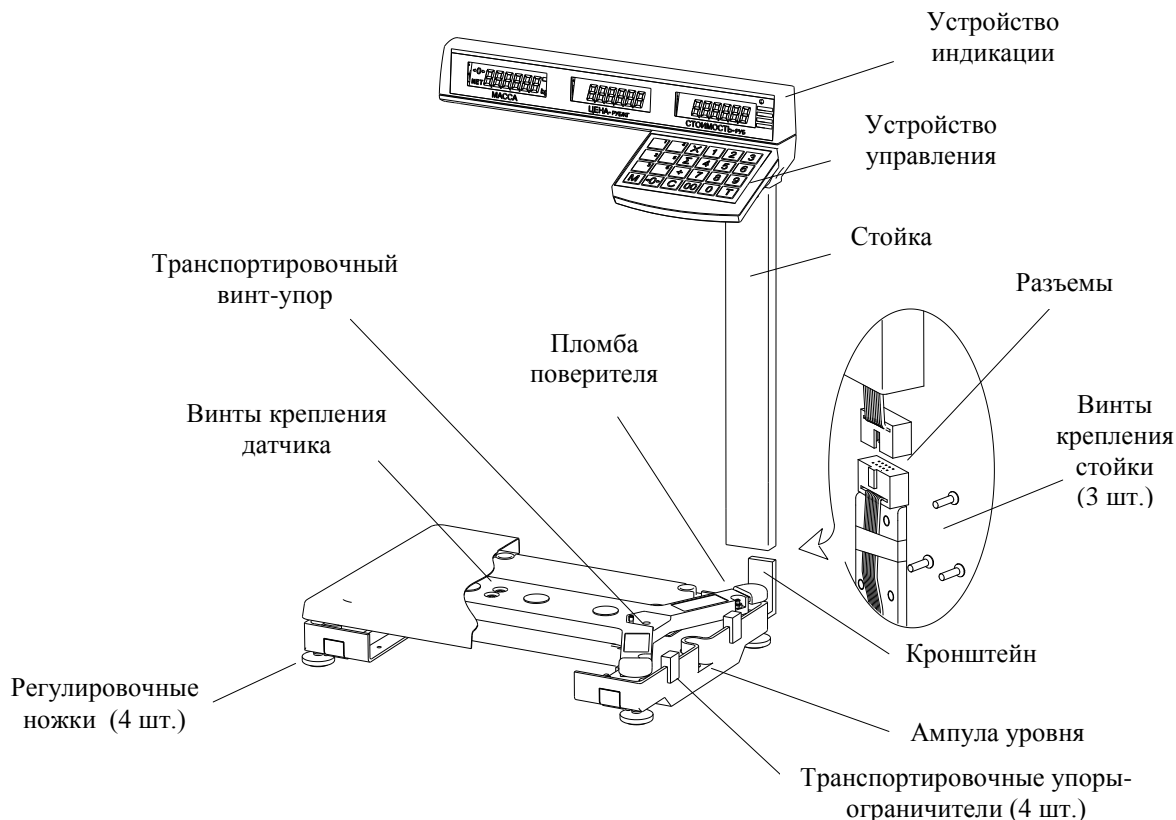

Рис. 5.1- Весы МК_ТВ21
Конструкция весов представлена на Рис. 5.1, Рис. 5.2. Расположение разъемов весов МК_ТН21(RU) – на Рис. 5.3 Назначение кнопок клавиатуры и элементов индикатора приведено в Табл. 5.1, Табл. 5.2.
6.2 Снять грузоприемную платформу с весов и убрать транспортировочные упоры-ограничители (Рис. 5.1, Рис. 5.2).